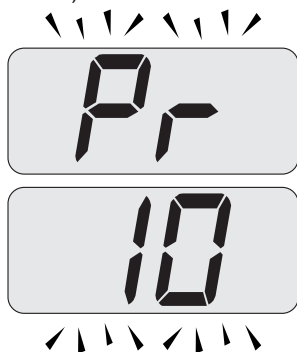

Figura 5.47
- Scorrere i vari parametri utilizzando i tasti 16 o 17 fino a far apparire sul display LCD le lettere **Pr** che si alternano con il codice **10**, indicanti l'entrata nel "parametro 10" (Figura 5.47).
- Premendo contemporaneamente i tasti 15 e 16 (Figura 5.45) si esce senza modificare il valore (ritorno alla lista parametri Figura 5.47)